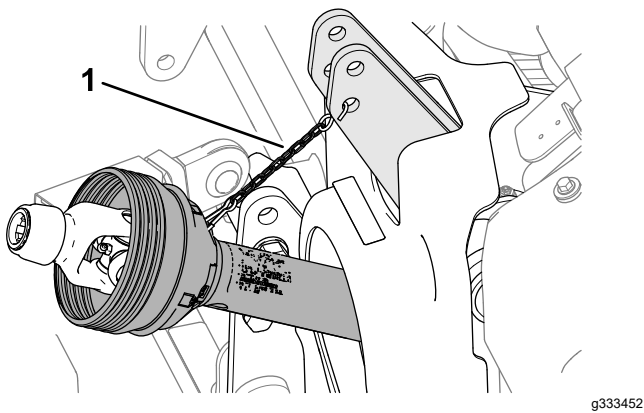

图 51
8. 通过在 PTO 护罩和机器之间组装链条使用护罩安全链来支撑 PTO 驱动轴图 51。